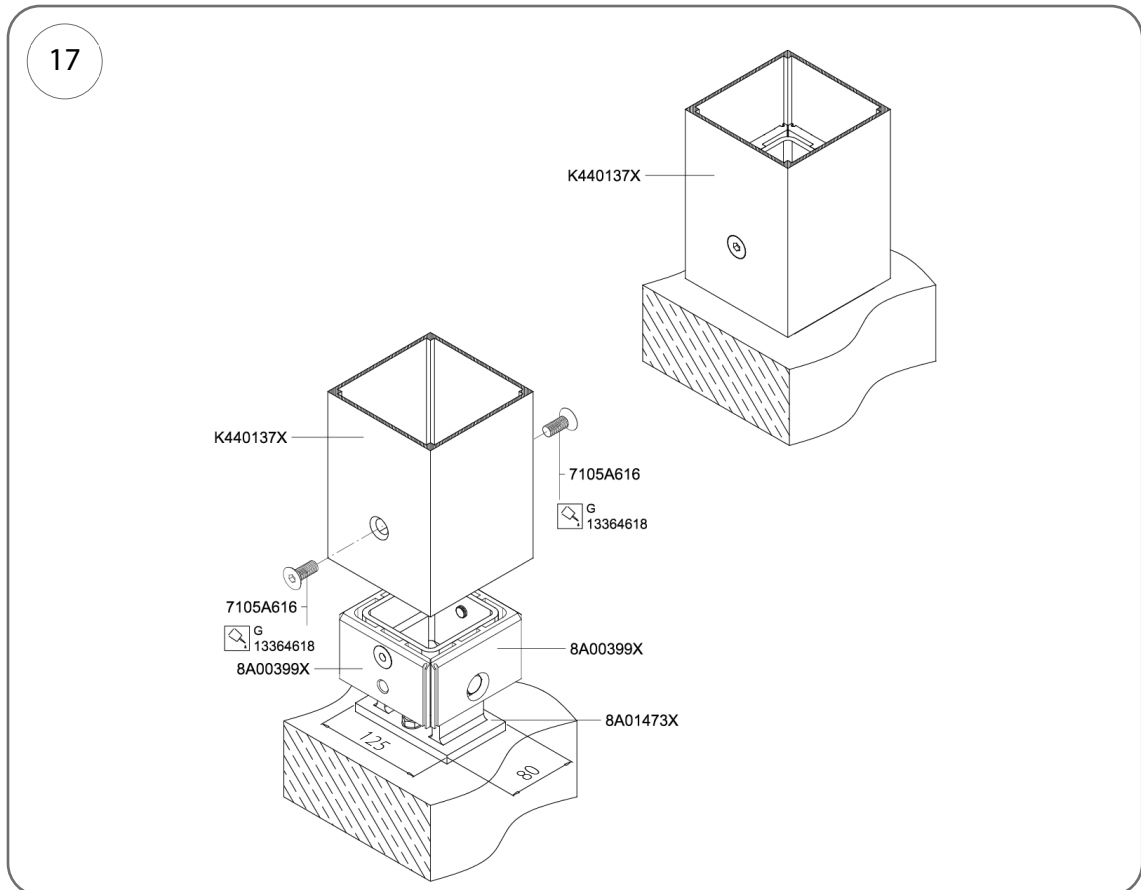

Fig. 17
5. Effectuez l'opération de raccordement du poteau au support conformément aux fig. 17 et 18.